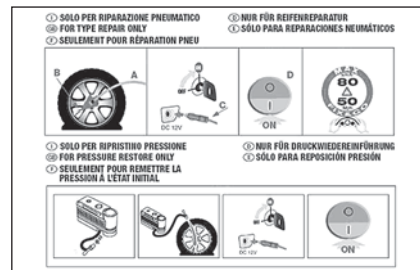

fig. 2
- pieghevole informativo (vedere **fig. 2**), utilizzato per un pronto uso corretto del kit di riparazione rapida e successivamente consegnato al personale che dovrà maneggiare il pneumatico trattato;